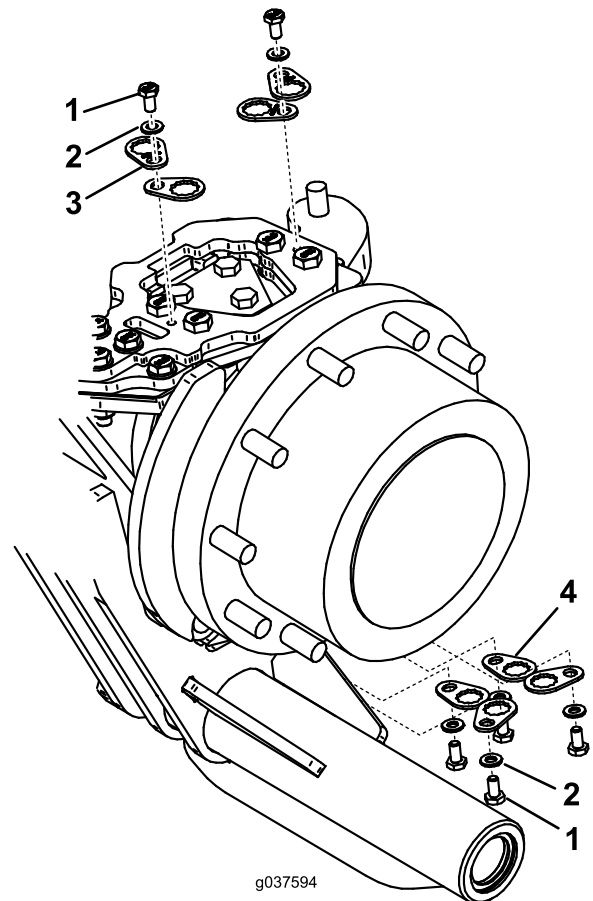

Figura 12
1. Instale las 4 placas de bloqueo con perno (16 mm) y las 4 placas de bloqueo con perno (14 mm) sobre los pernos que sujetan el soporte de montaje superior al soporte de montaje del bastidor con los herrajes que se muestran en Figura 12.